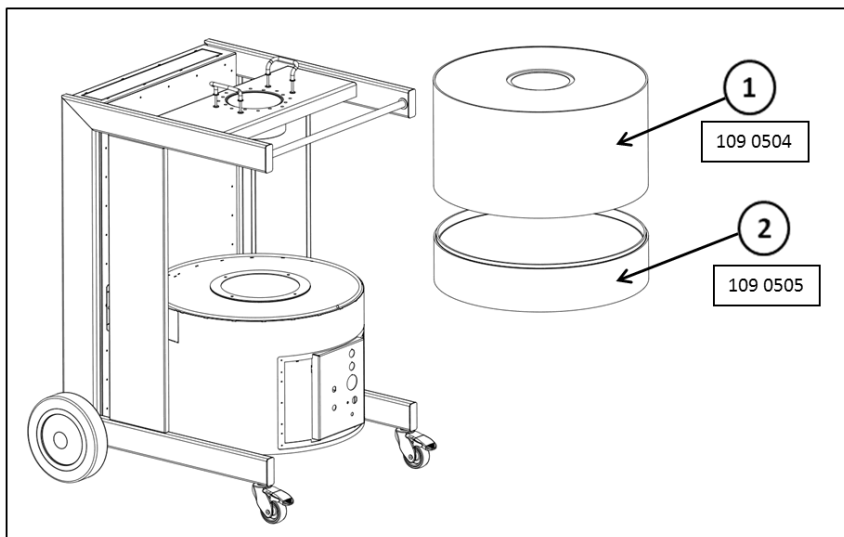

Рис. 1, типы фильтров в MaxiFil АК
- Порядок расположения размещаемых в установке фильтрующих элементов см. на рис. 1.